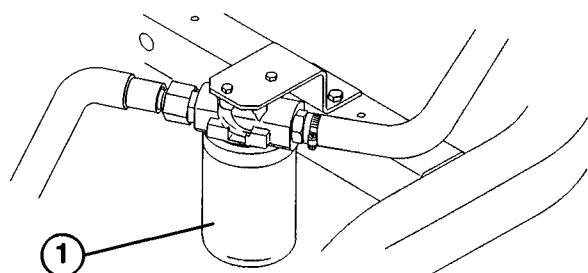

図38
1. フィルタ（図38）を取り付けている付近をきれいに拭き、下に廃油受けを置いて、フィルタを外す。